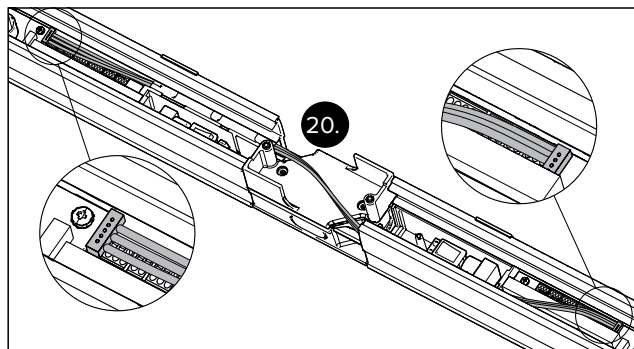

Рис. 25 Подключение синхронизирующего кабеля
20. Подсоедините синхронизирующий кабель (рис. 25)